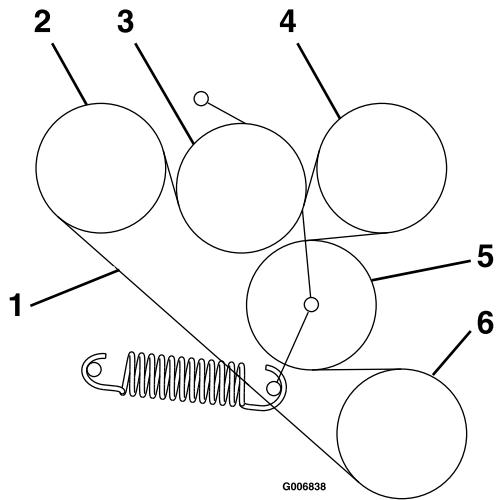

Figura 52
6. Enrute la correa nueva sobre las poleas según lo indicado en la calcomanía situada en la parte trasera del protector izquierdo de la transmisión (Figura 52).